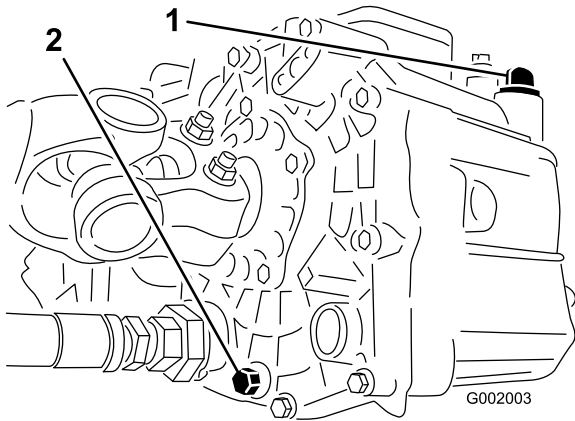

Bild 53
3. Nehmen Sie die Ablassschraube an der Seite des Behälters ab und lassen Sie das Hydrauliköl in die Auffangwanne ablaufen (Bild 53).